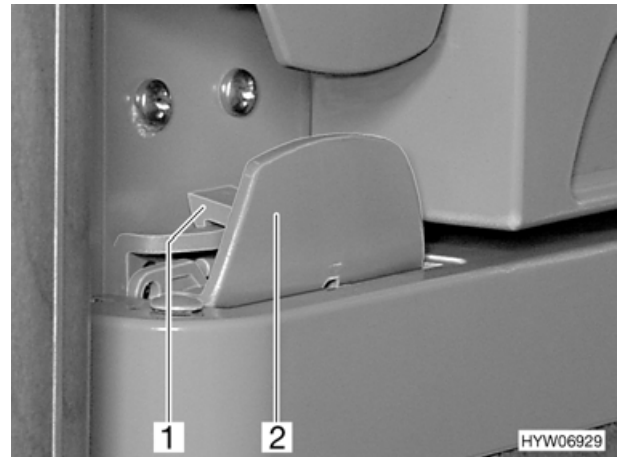

Bild 83 Verriegelung der Kühlschranktür, geschlossen (Variante 2)
- Kühlschranktür am Griff (Bild 83,2) öffnen. Die Verriegelung (Bild 83,1) wird automatisch gelöst.